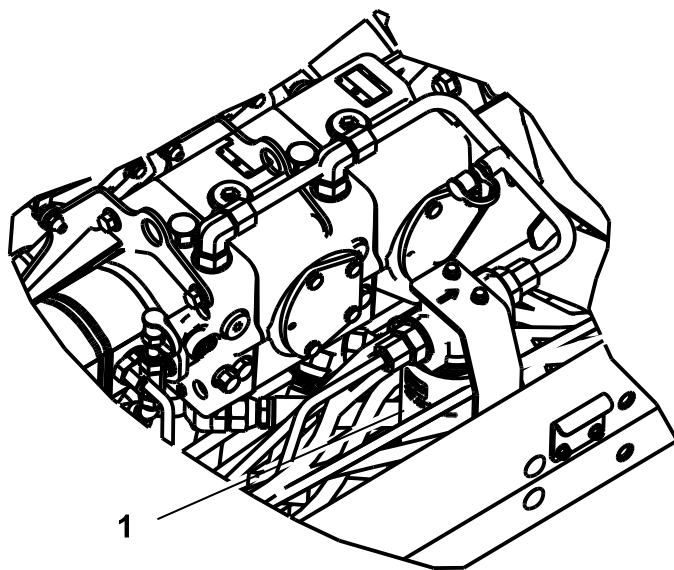

Figure 72
2. Nettoyez la surface autour de la zone de montage du filtre et placez un bac de vidange sous le filtre (Figure 72).